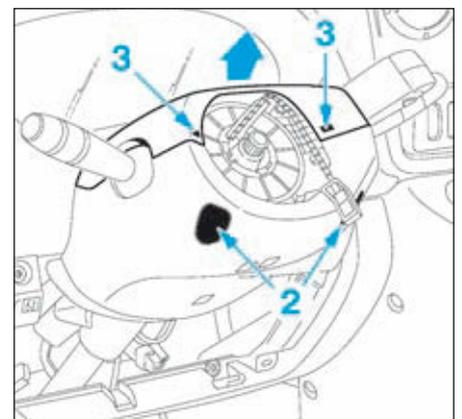

FIG.6
- Desserrer les vis de fixation (2) (Fig.6) de la demi-coquille inférieure.
- Exercer une pression sur les agrafes (3) puis soulever vers le haut la demi-coquille supérieure pour la déposer.